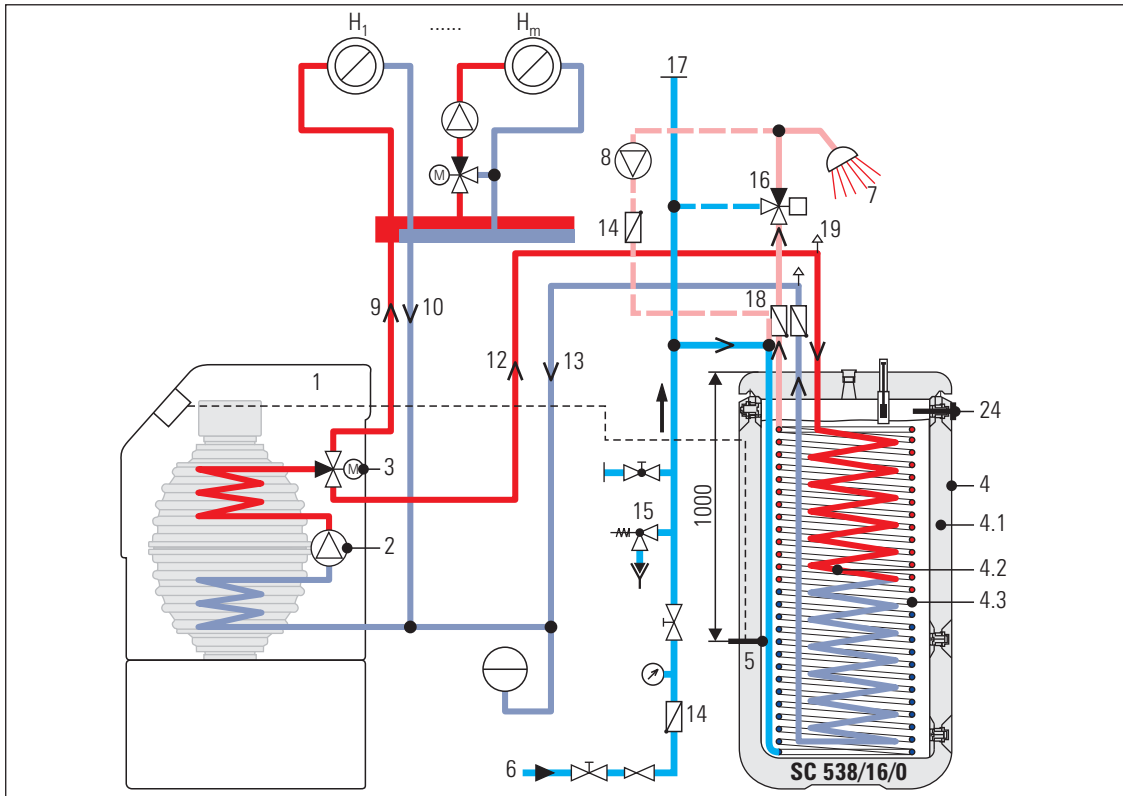
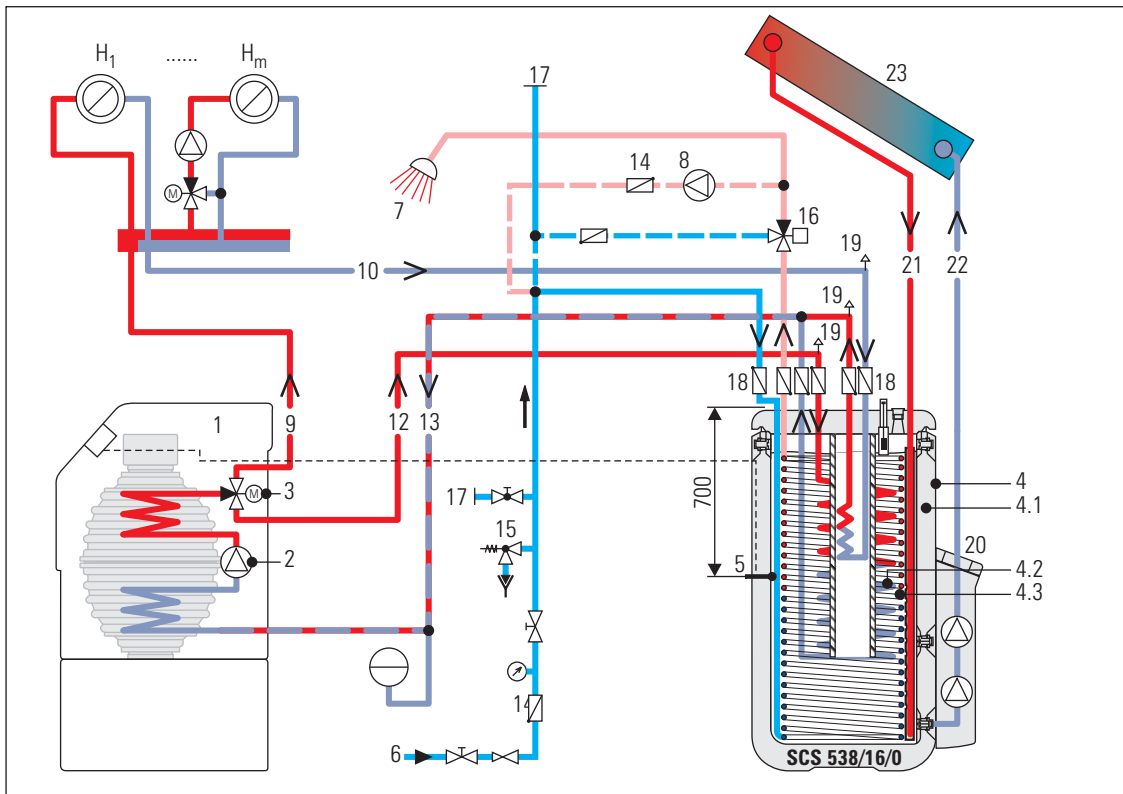
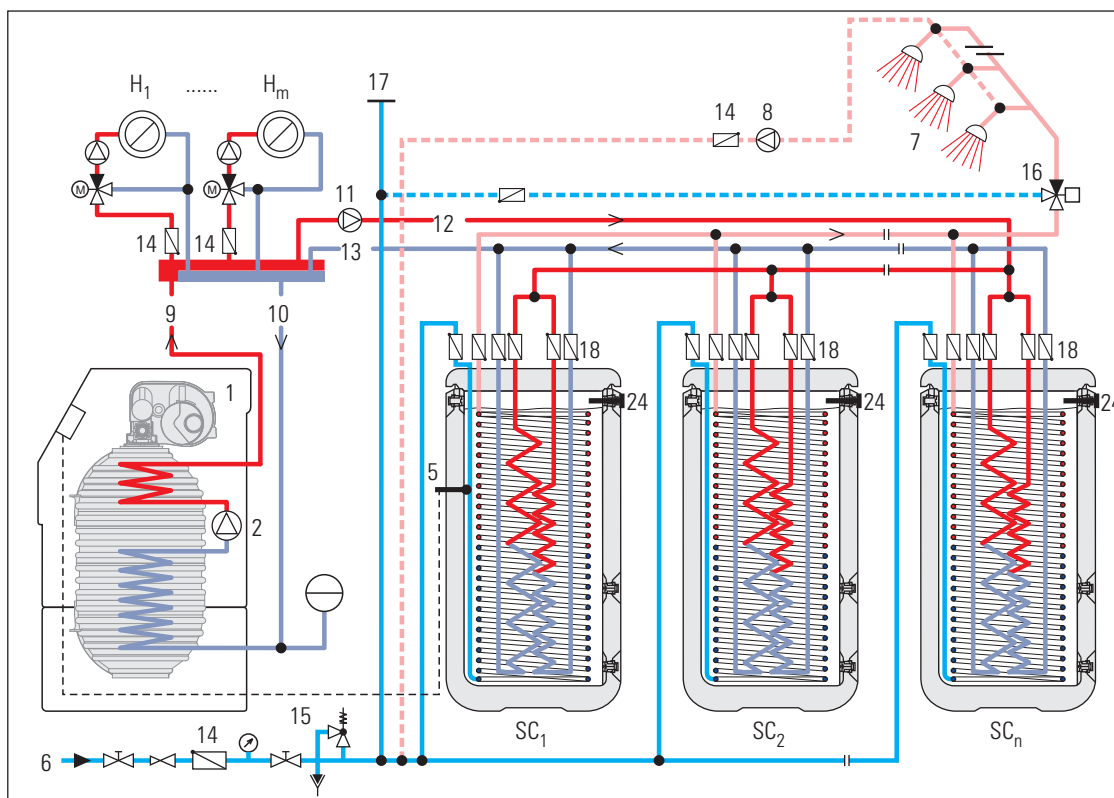
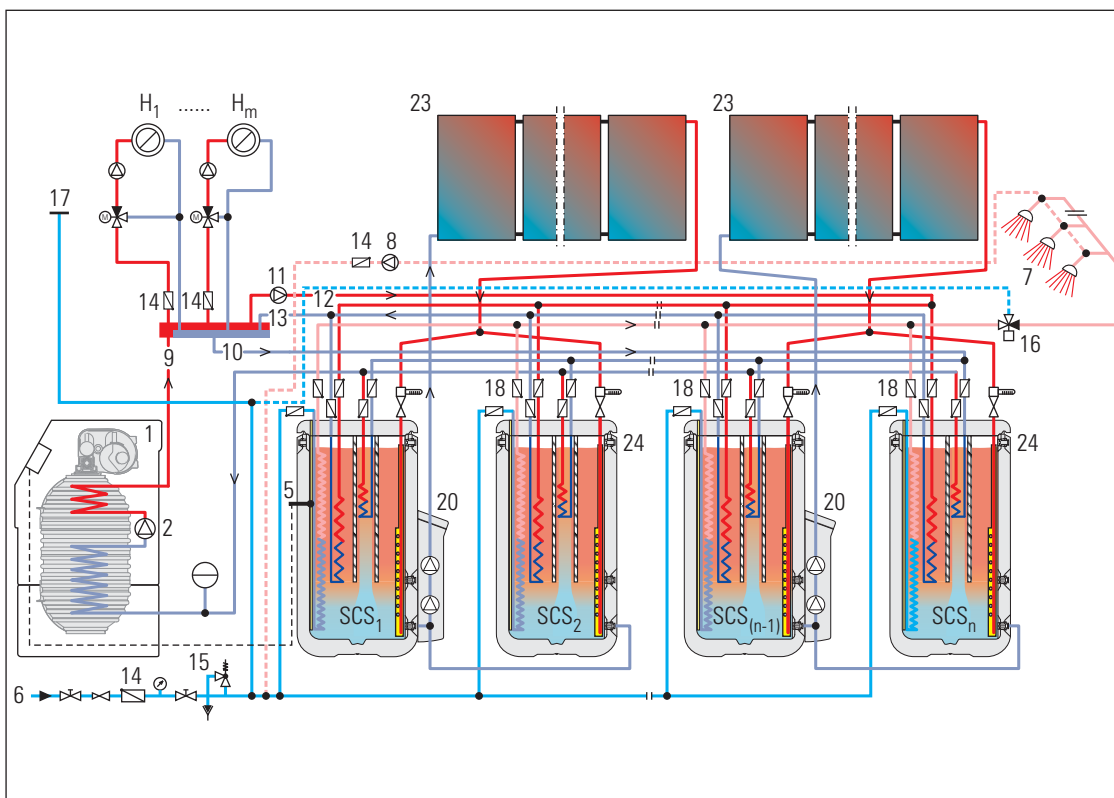

Fig. 3-1 Schéma de raccordement standard ROTEX Sanicube¹⁾
Fig. 3-2 Schéma de raccordement standard ROTEX Sanicube²⁾
Fig. 3-3 Schéma de raccordement standard pour la liaison de plusieurs ROTEX Sanicube (SC) (grandes installations)¹⁾
Fig. 3-4 Schéma de raccordement standard pour la liaison de plusieurs ROTEX Sanicube Solaris (SCS) (grandes installations)¹⁾
- Installer le réservoir d'eau chaude à proximité du point de prélèvement afin de pouvoir se passer d'un bouclage ECS. En cas de nécessité absolue d'un bouclage ECS, l'installer alors conformément aux représentations schématiques dans Fig. 3-1, Fig. 3-2, Fig. 3-3 ou Fig. 3-4.
Pour cela, relier en parallèle selon le principe Tichelmann aussi bien les échangeurs de chaleur en acier inoxydable pour le pré-chauffage que les échangeurs de chaleur d'eau chaude (SC : Fig. 3-3, SCS : Fig. 3-4).